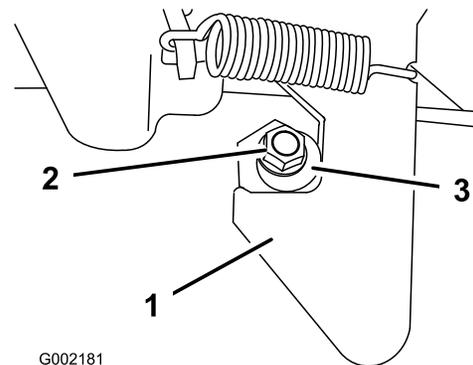

Figura 9
- A. Allentate il dado sull'estremità della colonnetta di ancoraggio (Figura 9).
- B. Girate la colonnetta di ancoraggio in senso orario finché non si trova saldamente contro il dispositivo di chiusura, quindi serrate il dado (Figura 9).